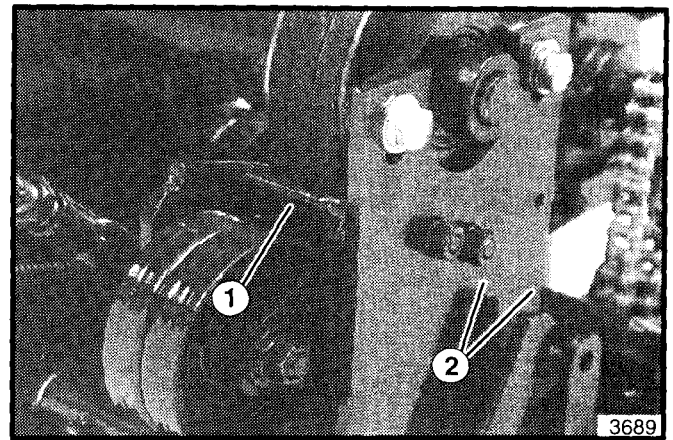

Figura 23. Ajuste del Tope de la Correa
17. Enganche el embrague de propulsión enrollador. Revise la distancia de la polea intermedia al tope de la correa atornillado a la placa de montaje. La distancia debe ser de un mínimo de 1/16" (2 mm). Si es necesario, suelte el tope de la correa y vuelvalo a posicionar (vea la figura 23). Apriete los herrajes.